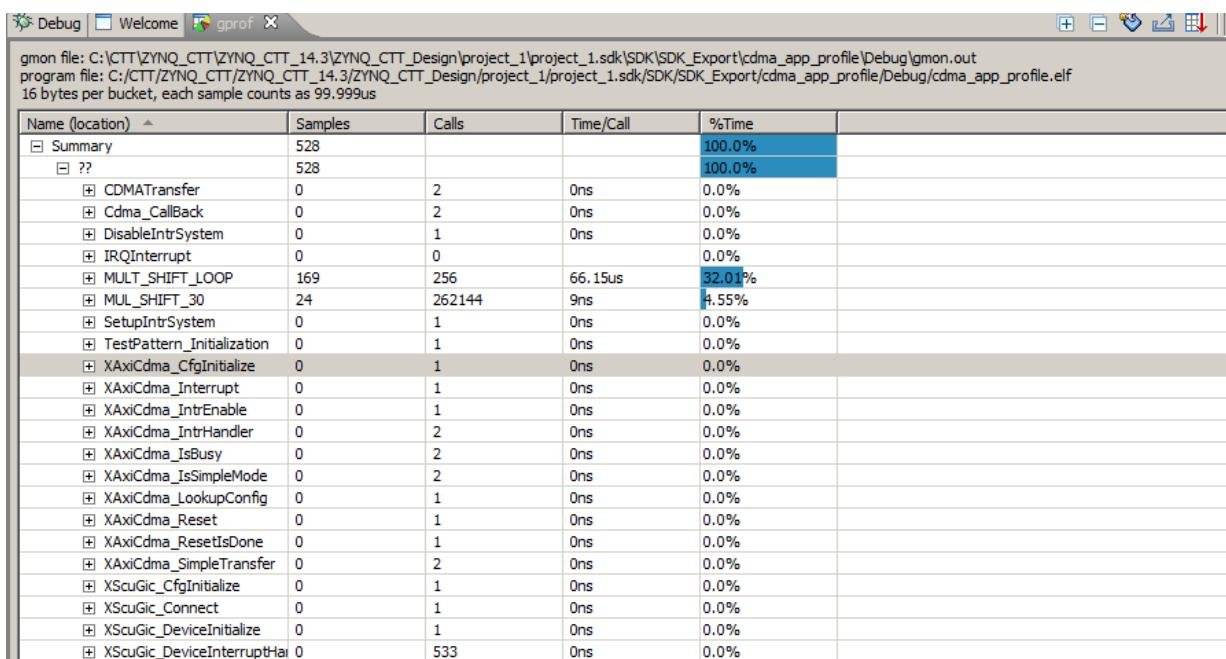

図 7-5 : gmon.out ファイルの表示
11. [OK] をクリックし、ウィンドウの右側にある [gprof] タブでプロファイリング結果 (gmon.out) を開きます。図 7-5 と類似した表示になります。